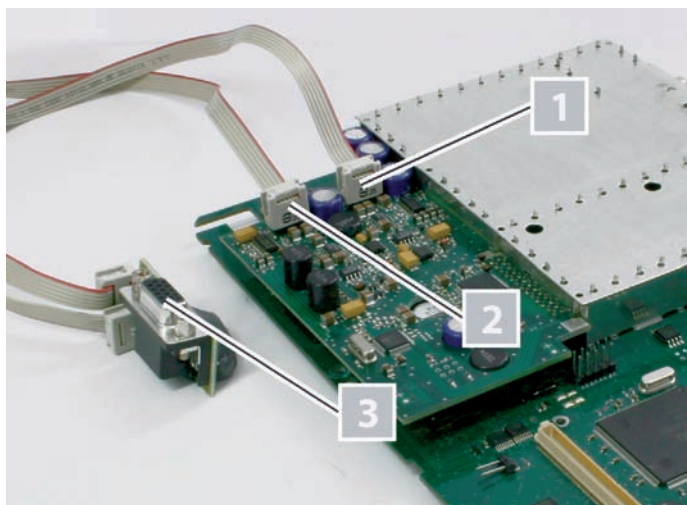

Bild 2: Verkabelung
1. Stecken Sie die beiden Pfostenstecker des Kabels jeweils auf die Eingänge der Steckkarte (siehe Bild 2, oben).